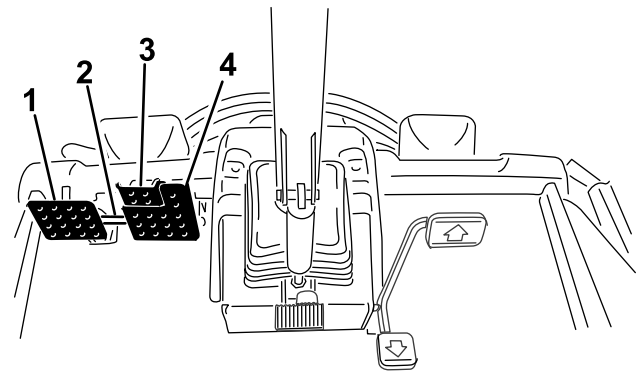

Figura 30
- Desconecte el enganche del bloqueo de los pedales (Figura 30).